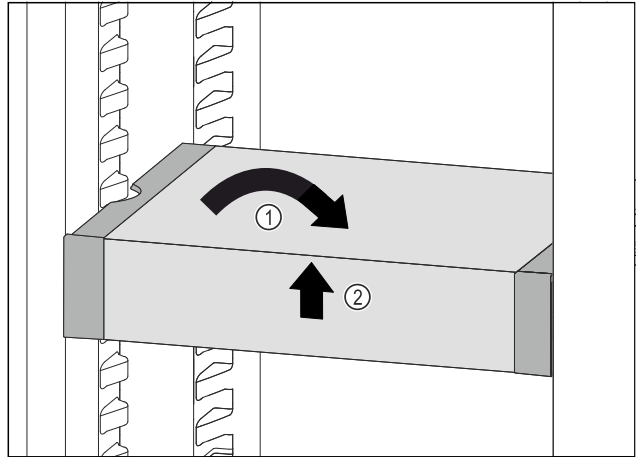

Fig. 89
- VarioSafe çekmecesini düz konumlandırın. Fig. 89 (1)
- VarioSafe çekmecesini ön taraftan kaldırın. Fig. 89 (2)